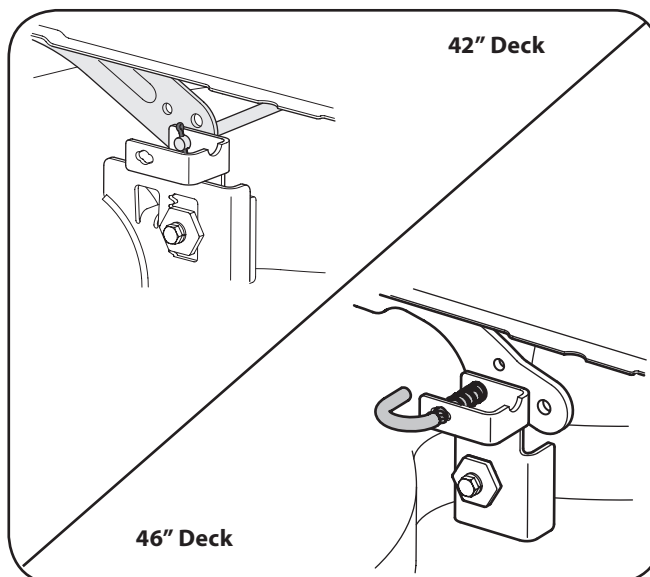

Figura 7-2
4. Retire la correa (C) de alrededor de la polea del motor del tractor y de la(s) polea(s) loca(s). Consulte Cambio de la correa de la plataforma más adelante en esta sección para obtener instrucciones detalladas.
5. **On 42" Decks:** Mire la plataforma de corte desde el lado izquierdo del tractor y localice el pasador de horquilla que fija la varilla de sostén de la plataforma al lateral posterior izquierdo de la plataforma. Vea la Figura 7-2. Retire el pasador de chaveta que ajusta la varilla de soporte de la plataforma y con cuidado retire el soporte de la plataforma del brazo de elevación de la plataforma.
El 46 "Cubiertas: En cuanto a la plataforma de corte desde el lado izquierdo del tractor, busque la liberación cubierta de manejar. Véase la mitad inferior de la figura. 7-2. Tire de la cubierta de liberación manejar con cuidado y liberación de la cubierta de los brazos de elevación de la cubierta.